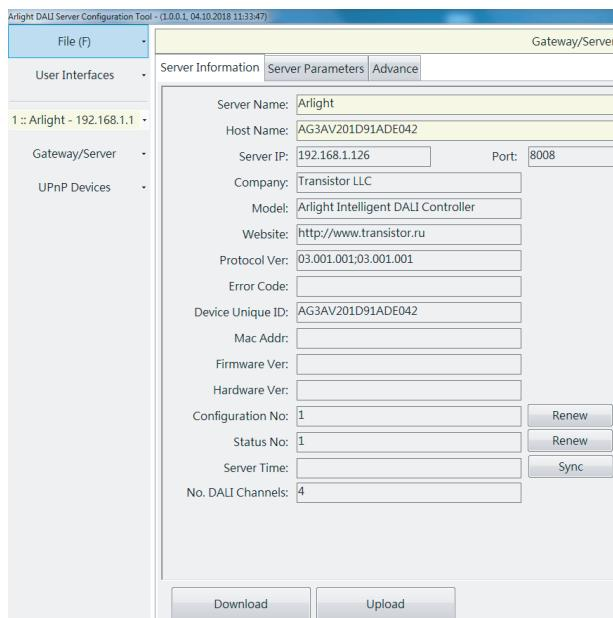

Рис. 5.
5. Для считывания информации из контроллера нажмите кнопку Download [Рис. 5]. Для сохранения информации в контроллере после изменения нажмите кнопку Upload.